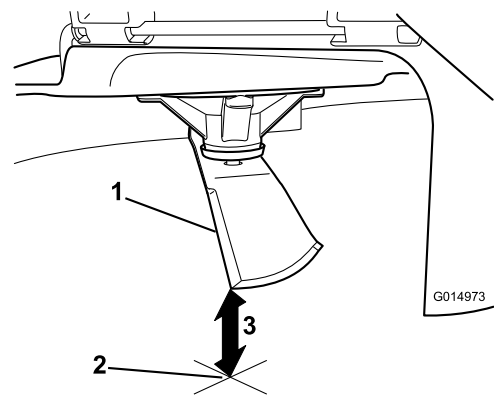

Figura 48
3. Mida desde la punta de la cuchilla hasta la superficie plana (**Figura 48**).